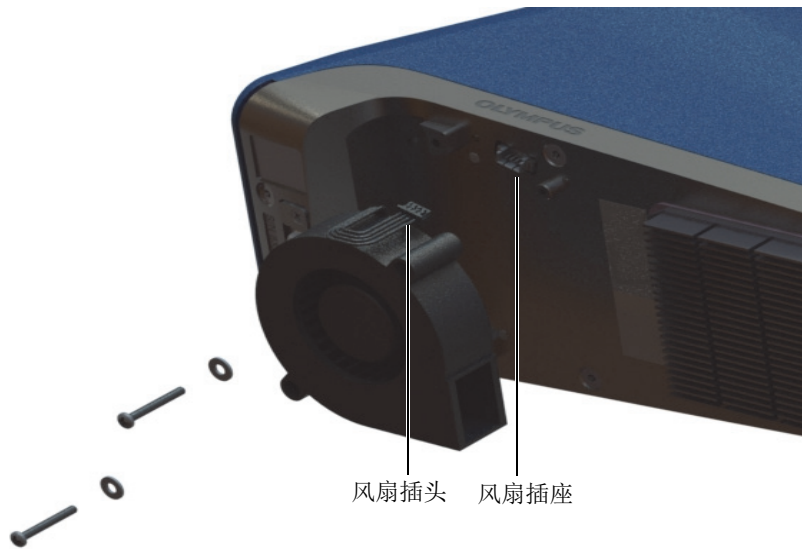

图 4-5 风扇的安装
4. 将内置风扇的电气插头与风扇插座对齐，并将其牢固地插入到插座中（参见第93页的图 4-5）。